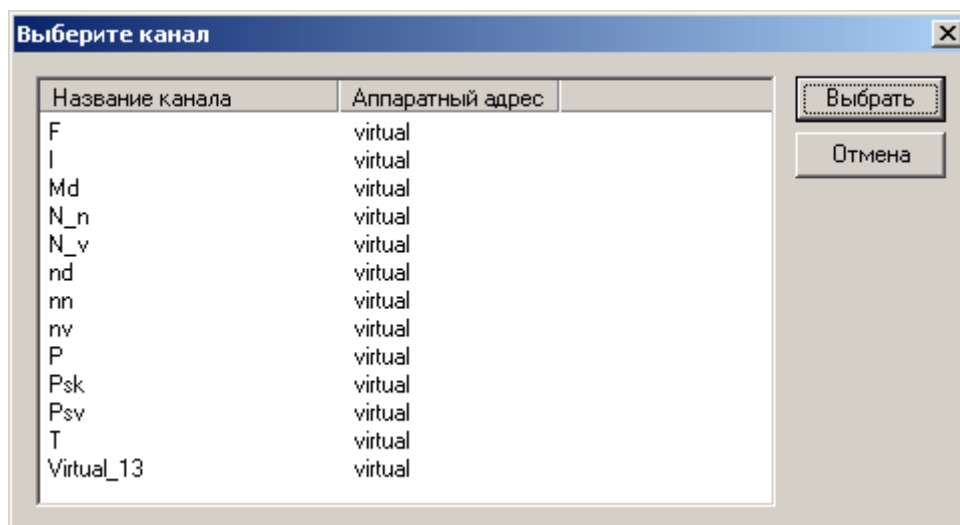

Рис. 7-24 Окно выбора канала
- При помощи кнопки  открывается окно Выбор канала (Рис. 7-24), где необходимо выбрать нужный канал. Его название отобразится в поле Канал.